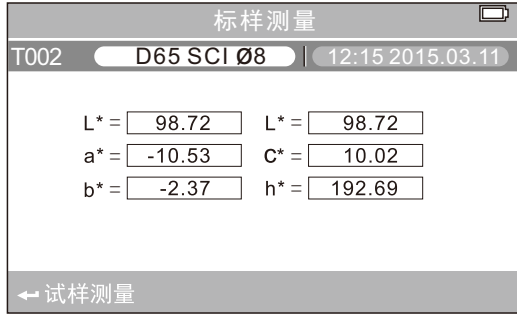

图3 电池充电时的图标提示
4. 在对电池进行充电时，在“标样测量”、“试样测量”界面的右上角就有动态电池图标进行提示，如图3所示为在“标样测量”界面的充电提示；不进行充电时，不显示该动态图标。